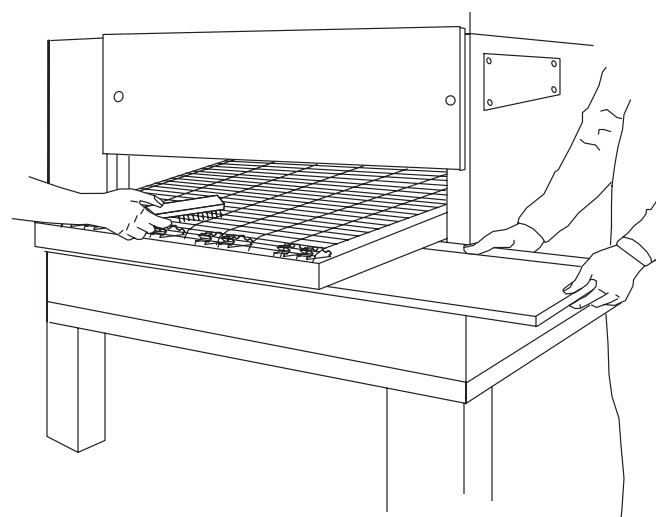

Figura 4-2. Limpieza de la correa del transportador y de la bandeja de restos
C. Correa del transportador (Figura 4-2)
D. Bandejas de restos (Figura 4-2)
Saque y limpie la bandeja de restos en cada extremo del horno. Puede sacar las bandejas de restos de comida deslizándolas, como se muestra en la Figura 4-2. Vuelva a poner en su sitio las bandejas una vez que las haya limpiado.